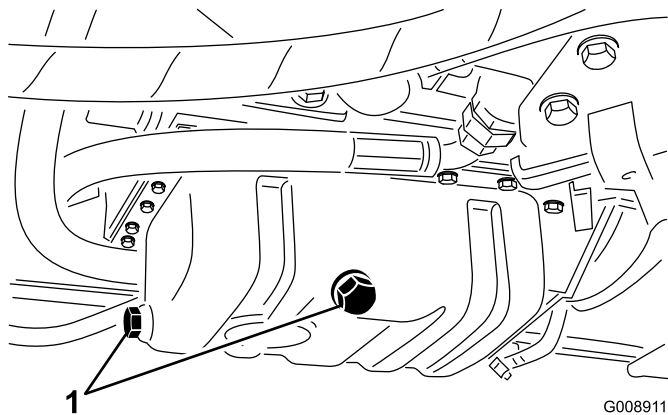

Bild 53
1. Entfernen Sie eine der Ablassschrauben (Bild 53) und lassen Sie das Öl in die Auffangwanne ab. Schrauben Sie die Ablassschraube wieder ein, nachdem das Öl abgelassen ist.